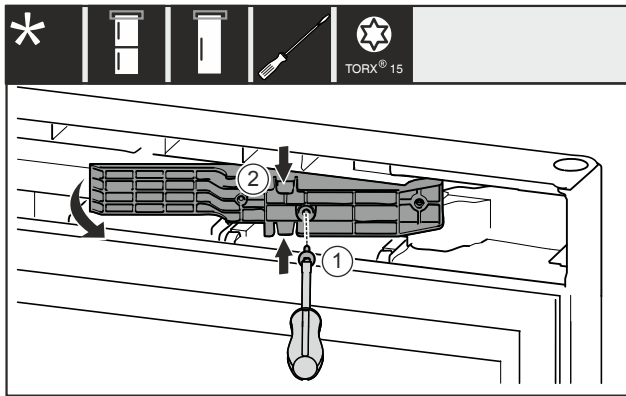

Fig. 12 *
- Hiqni vidën Fig. 12 (1)*
- Shtypni lehtë njëkohësisht pjesën përshtatëse Fig. 12 (2) lart dhe poshtë dhe nxirreni jashtë.*